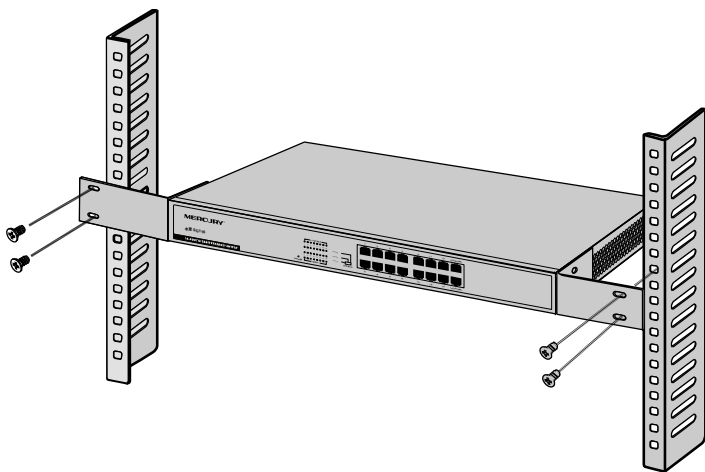

图3-3 机架安装示意图
3. 将交换机安放在机架内，并用螺钉将 L 型支架固定，确保交换机牢固地安装在机架上（螺钉用户自备）。如图 3-3所示